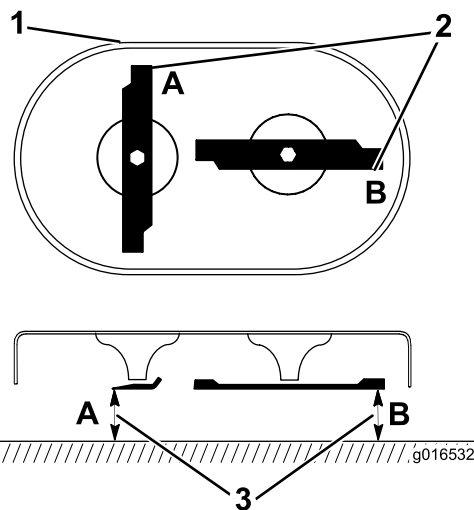

Figura 35
1. Gire las cuchillas hasta que estén posicionadas según se muestra en **Figura 35**.
2. Mida desde una superficie nivelada hasta los filos de corte, en las posiciones **A** y **B**, (**Figura 35**) y anote las dimensiones.